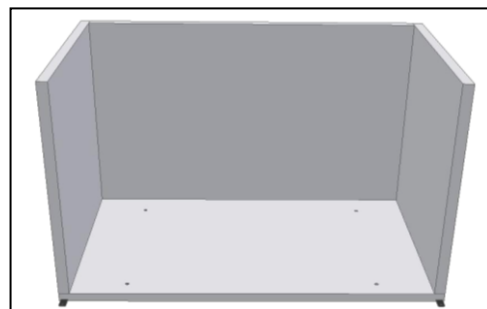

Fig. 4
- Encaixar os **painéis laterais** sobre o painel de solo e apertá-los aos painéis de solo e costas (Fig.4);